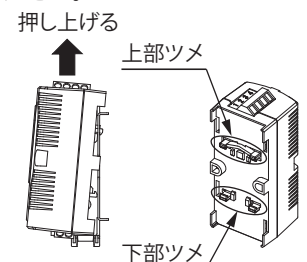

図10
2. 約 3°の角度を保持した状態で上方へ押し上げます。(図 10)